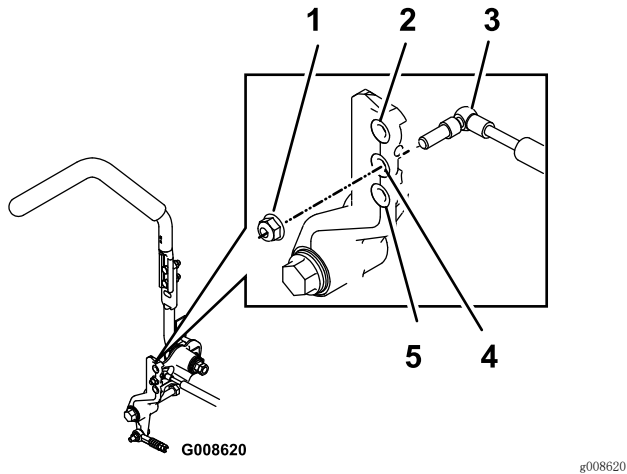

图63
1. 螺栓 (4)
3. 拆下锁紧螺母，将减震器安装螺栓移至所需的位置，然后安装锁紧螺母。请参阅 图63 了解可选安装位置。